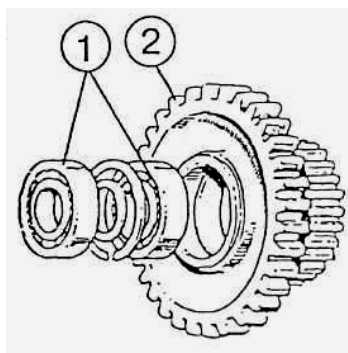

Рисунок 5.10
11) выпрессуйте из шестерни 2 (рисунок 5.10) подшипники 1;